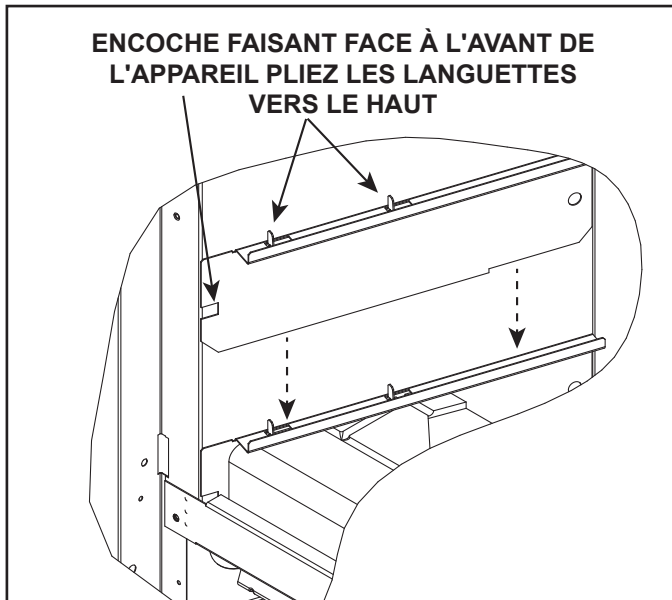
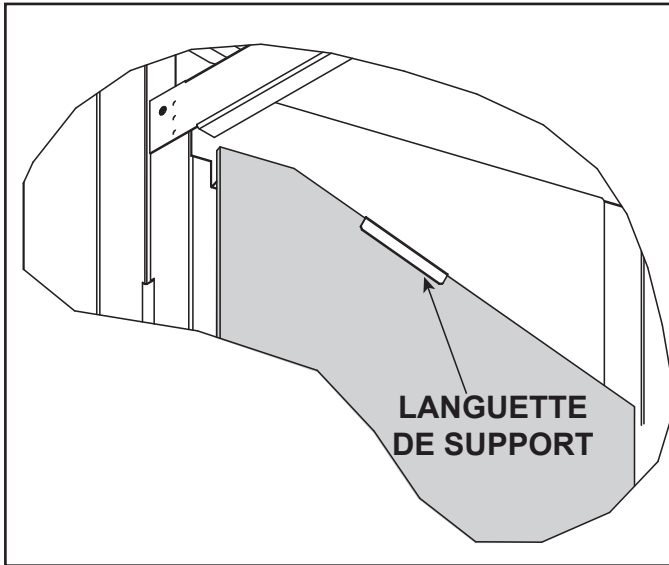

Figure 11.7 Installation du support de vitre inférieur (côté gauche montré)
Figure 11.15 Installation du panneau de verre gauche
1. Retirez les supports de vitre inférieurs de l'emballage réfractaire supérieur. Séparez les supports et pliez les éléments de pliage à main « vers le haut ». Voir la figure 11.7.
Installez les supports de vitre inférieurs gauche et droit en les plaçant entre les bords extérieurs des parties du foyer gauche et droit, l'encoche étant tournée vers l'avant de l'appareil. Ces pièces s'insèrent parfaitement entre les parois du foyer et la boîte à feu. Voir la figure 11.7.
- Installez le panneau en verre gauche en insérant celui-ci par l'avant. Faites glisser le panneau dans le support de vitre inférieur entre la languette repliée vers le haut et le coude en U, comme indiqué à la figure 11.7. Cela créera un espace entre la vitre et la boîte à feu. Glissez le panneau arrière jusqu'à ce qu'il touche le panneau de verre arrière. Assurez-vous que la languette de support illustrée à la figure 11.15 est repliée vers le bas sur chaque support de vitre supérieur pour fixer les panneaux de verre gauche/droit. Répétez l'étape 7 pour l'installation du panneau en verre droit.